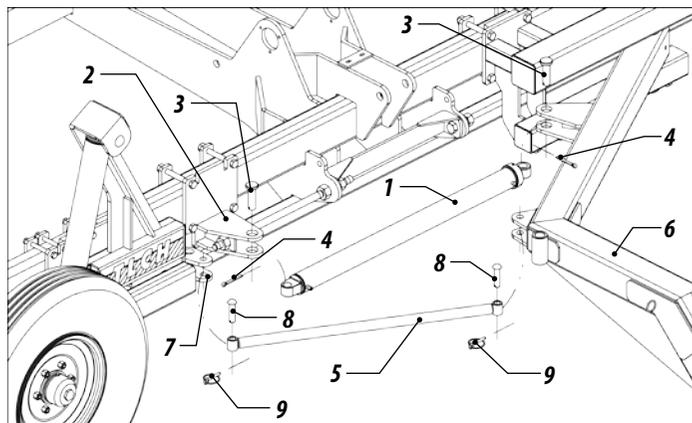

Figura 19
- 33** - En seguida, fije en el chasis el soporte del juego de ruedas (5) a través de los tornillos (6) tuercas y arandelas (7). FIGURA 19. Después recolocó la plataforma (1) y reapriete los tornillos.